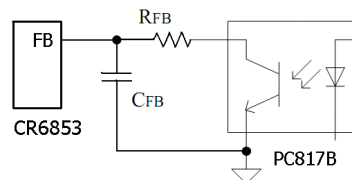

图 1.7.2 FB 低通滤波器
3). 当系统工作在满载的情况下, 如果系统出现可听见的异音时, 请检查系统是否工作正常, 如果你确认无误, 请检查芯片的 FB 端的电压波形是否较平滑, 如果发现较大的干扰请检查系统的 PCB layout 是否合理, 对于较小的干扰可通过外加滤波网络进行抑制, 如图 1.7.2 中的  $R_{FB}$  及  $C_{FB}$  组成的低通滤波器, 这里  $R_{FB}$ ,  $C_{FB}$  的取值不宜过大, 比如  $47\Omega$ ,  $1000PF$ ; 根据系统的实际情况,  $R_{FB}$  可以为  $0\Omega$ 。 $R_{FB}$ ,  $C_{FB}$  的取值会影响系统的环路稳定, 一般  $C_{FB}$  的取值建议要  $\leq 4700PF$ 。